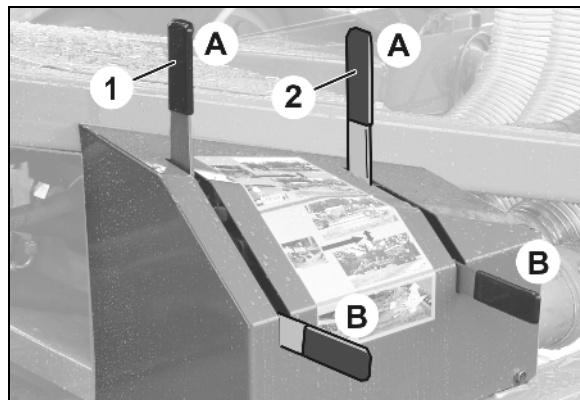

Bild 110
1. Ställ in hydraulmanöverspaken (Bild 110)